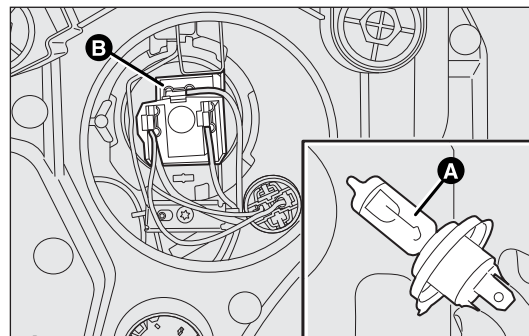

fig. 162
- ☐ débrancher le connecteur électrique B-fig. 162 central et décrocher le ressort de retenue de l'ampoule ;